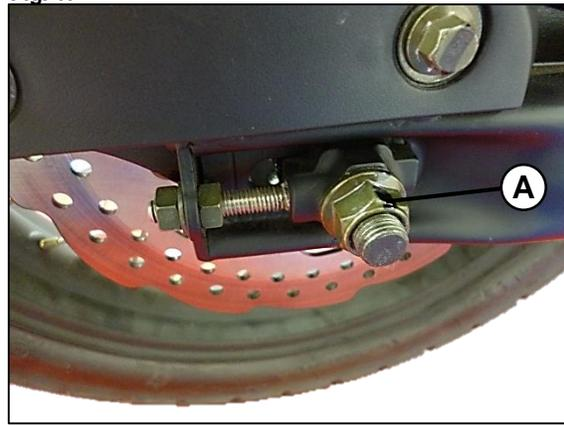

Fig. 18
Desensamble e inspeccione la tuerca del eje (A). **Fig. 18**